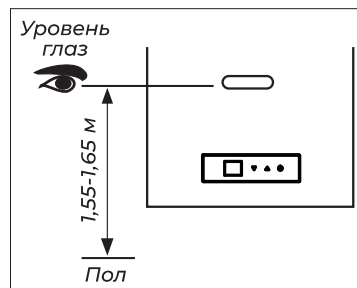

Рис. 1
1. Определите высоту установки водонагревателя (рис. 1).